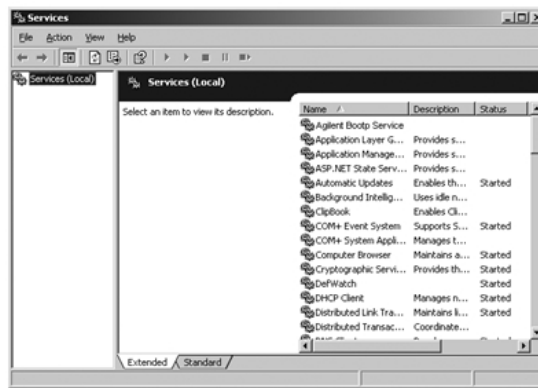

図 44 Windows の [サービス] 画面
- 1 Windows のコントロールパネルで、管理ツール > サービス の順に選択します。サービス 画面が表示されます（『279 ページ 図 44』を参照）。